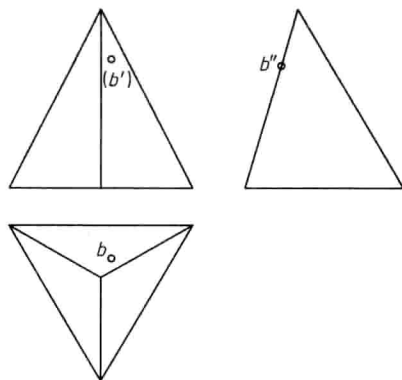

图 3
- (46) 在基本视图中，除常用的三视图外，还包括：从右向左投射，得到（ ）；从下向上投射，得到仰视图；从后向前投射，得到（ ）。
- (47) 在向视图上方要用大写拉丁字母标注视图的名称“×”，在相应视图的附近用箭头指明（ ），并注上同样字母。
- (48) 将机件的某一部分向基本投影面投射所得的视图，称为（ ）。
- (49) 将机件的倾斜部分向不平行于基本投影面的平面投射所得的视图，称为（ ）。
- (50) 根据图 3 所示物体三视图及表面点的三面投影，判断物体表面点 B 的空间位置（ ）。